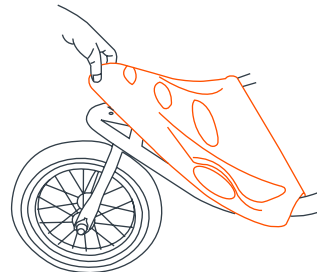

Abb. 7c
- Richten Sie den vorderen Kotflügel aus und drücken Sie ihn auf die Baugruppe des vorderen Rahmens (Abb. 7c).